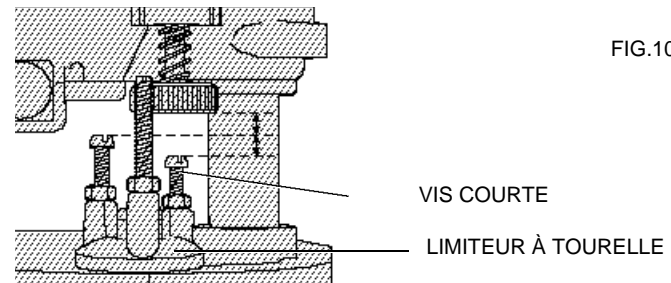

FIG.10
2. Régler la profondeur de 1/2 po à la plus courte des vis du limiteur à tourelle. Régler la vis moyenne à une valeur à mi-chemin entre le bas de la tête moletée et le haut de la courte vis (fig. 10).